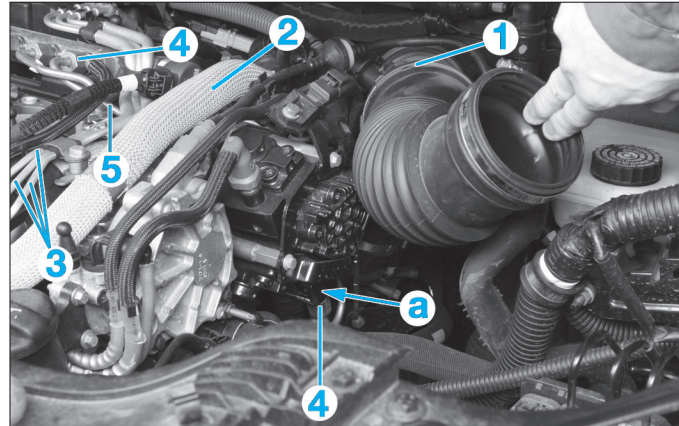

Fig. 36
- le tuyau d'entrée d'air (1) du turbocompresseur (Fig.36),
- le tube EGR (2),
- les canalisations (3).
- Desserrer les raccords (4) de la conduite haute pression (5).